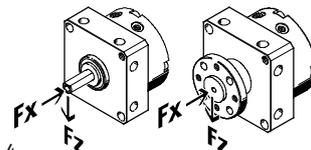

Fig. 4
4. Verificare che durante il fissaggio del carico utile siano rispettate le seguenti condizioni (Fig. 4):